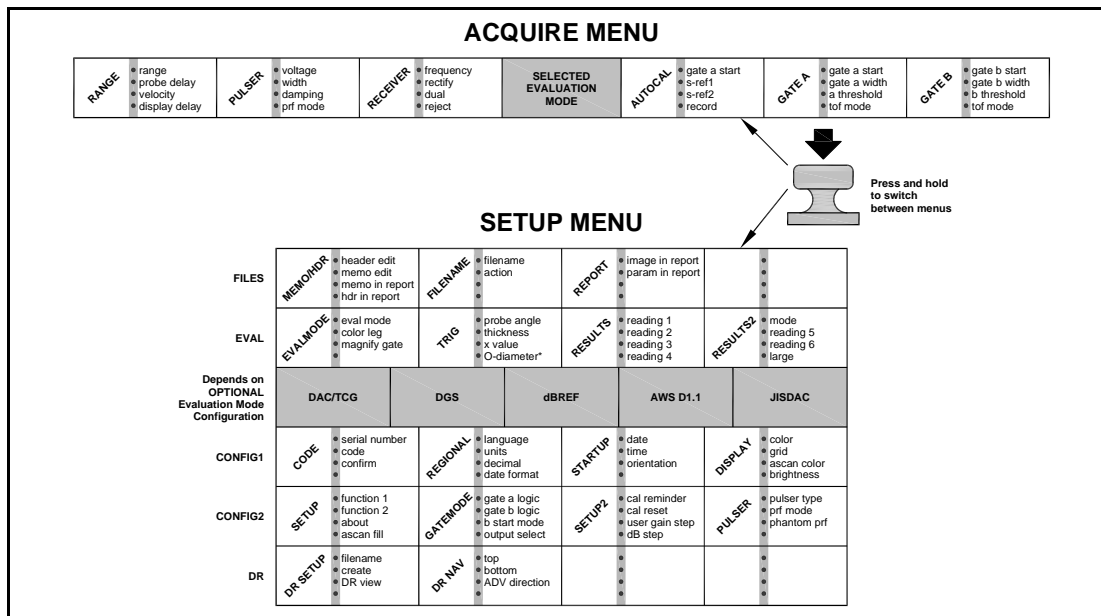

图 8: Acquire（采集）和 Setup（设置）菜单
USM Go 菜单系统（如第 20 页中的图 8 中所示）允许操作员选择和调整各种仪器功能和设置。它包括：
*EVALuation MODE（评估模式）功能*（位于 SETUP（设置）菜单的 EVAL（评估）子菜单中）确定 Acquire（采集）和 SETUP（设置）菜单中将显示哪个用于评估结果的子菜单（请参见第 20 页中的图 8 中加有阴影的单元格）。有关可用的 *Evaluation Mode（评估模式）* 选项，请参见第 21 页中的图 9。
**注意：**整个菜单结构将显示在第 20 页中的图 8 和第 21 页中的图 9 中。